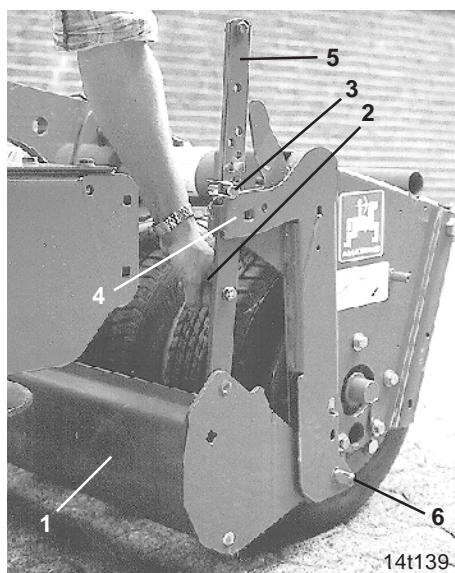

Fig. 12.3
Die Reifenpackerwalze ist mit einer Planierschiene (Fig. 12.3/1) ausgerüstet. Die Planierschiene vor dem Reifenpacker beseitigt geringe, eventuell noch vorhandene Bodenunebenheiten. Der aufgelockerte Boden vor dem Reifenpacker wird von der Planierschiene gleichzeitig vorverfestigt. Die Planierschiene ist in der Höhe so einzustellen, daß auflaufende Erdwälle die Planierschiene maximal bis zur Hälfte bedecken.
Planierschiene zur Höhenverstellung an beiden Griffen (Fig. 12.3/2) kurz anheben, die Klappstecker (Fig. 12.3/3) in die gewünschte Bohrung oberhalb der Halterung (Fig. 12.3/4) in beide Verstellstangen (Fig. 12.3/5) einstecken und die Sicherungsbügel umklappen.
**Prüfen Sie regelmäßig, ob sich die Planierschiene leicht nach oben hin bewegen kann. Anderenfalls ist die Lagerung (Fig. 12.3/6) zu überprüfen und ggf. instand zu setzen.**